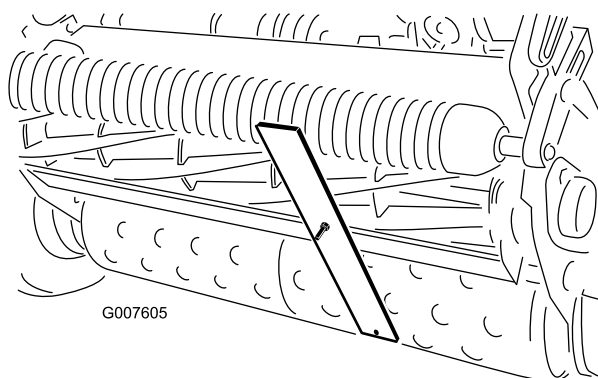

図 49
- ゲージバーのネジ頭を下刃の先端に引っ掛け、バーの後端を後ローラに当てがう（図 49）。